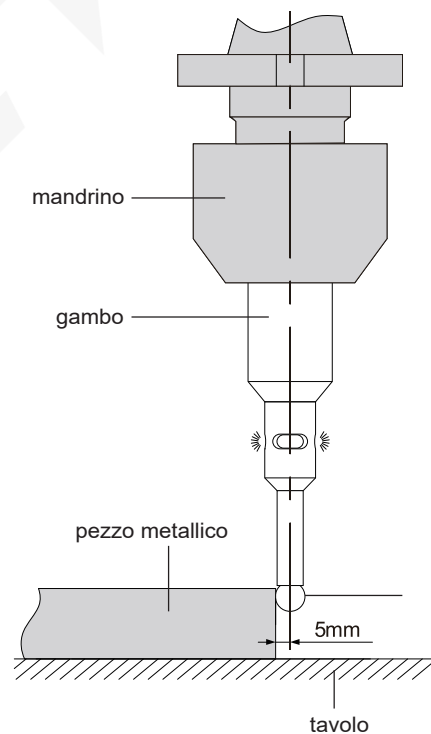

fig.3
2. Il gambo è collegato elettricamente al pezzo metallico tramite il mandrino e il tavolo; quando la sfera tocca delicatamente il pezzo, il LED si accende e il segnale acustico (6572-2) suona (fig. 3). In questo momento, la distanza tra l'asse del rilevatore di bordi e la superficie del pezzo in metallo è di 5 mm.